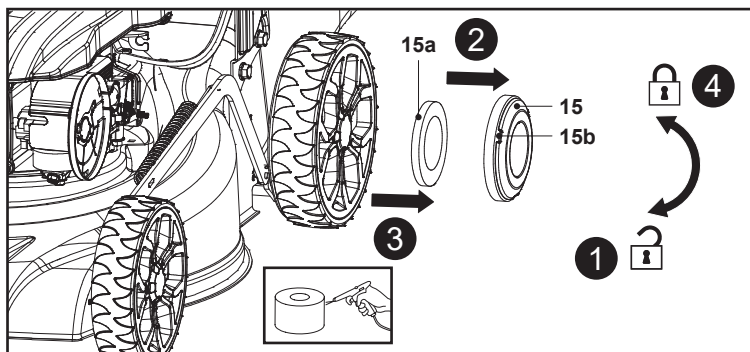

Fig. 24
2. Maintenir et tourner le couvercle de filtre à air (15) dans le sens antihoraire pour le désengager, puis le retirer (Fig. 24, étapes 1, 2).
3. Retirer le filtre à air (15a) de sa base et le tapoter sur une surface solide ou utiliser un pistolet à air comprimé afin de souffler à l'intérieur pour éliminer la poussière (Fig. 24, étape 3).
5. Aligner les trois verrous (15b) sur les fentes de la base du filtre à air et remonter le couvercle de filtre à air (15), puis le tourner dans le sens horaire pour le visser (Fig. 24, étape 4).